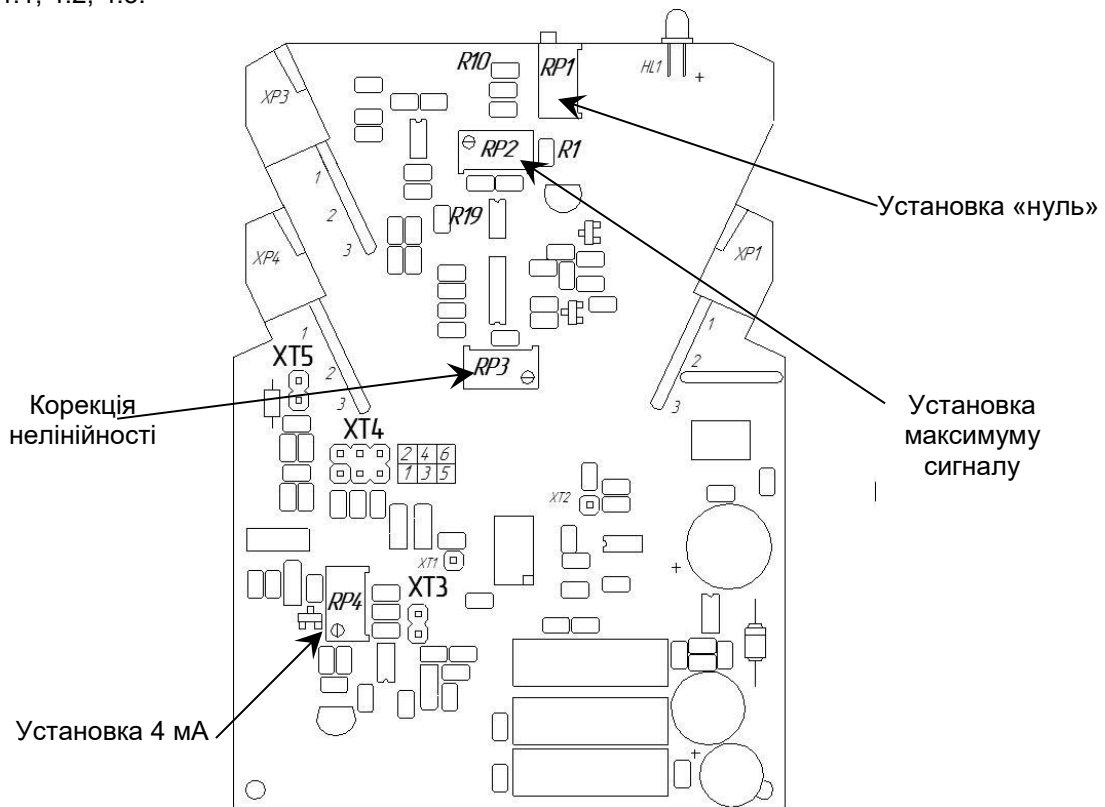

Рисунок 4.2 - Схема розташування органів регулювання та елементів налаштування БПО-41
4.2.4 Для зміни налаштувань БПТ-21 на інші вхідні/вихідні сигнали використовуйте рисунок 4.2 та таблиці 4.1, 4.2, 4.3.